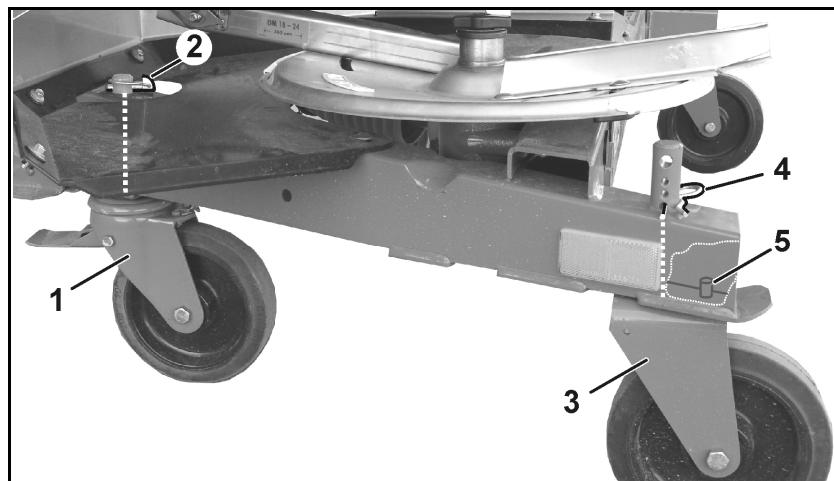

図 41
5. 前側の可動ブレーキホイール(図 41/1)を
- 取り付け、リンチピン(図 41/2)で固定します。
6. 後部の固定ローラー(図 41/3)は
- 取り付けて、R ピン(図 41/2)で一番下の差し込み穴に固定します。
固定ローラーの取り付け時には、ピン(図 41/5)がフレームの穴に入り、ローラーを縦方向で保持するようにしてください。